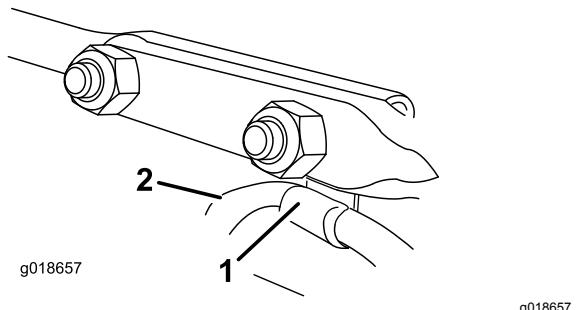

Figura 17
6. Inserite l'attacco per cavo che supporta il cavo del deflettore sotto la testa del bullone a testa tonda anteriore e fissate i bulloni a testa tonda con i dadi di bloccaggio del sacchetto delle parti sciolte (**Figura 17**).